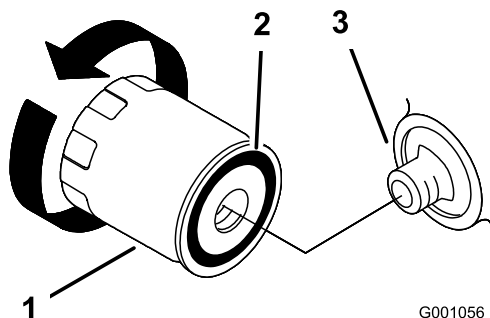

図 34
4. アダプタにフィルタを取り付け、ガスケットがアダプタに当たるまでフィルタを右に回し、そこから更に 2/3-1 回転増し締めする 図 34。